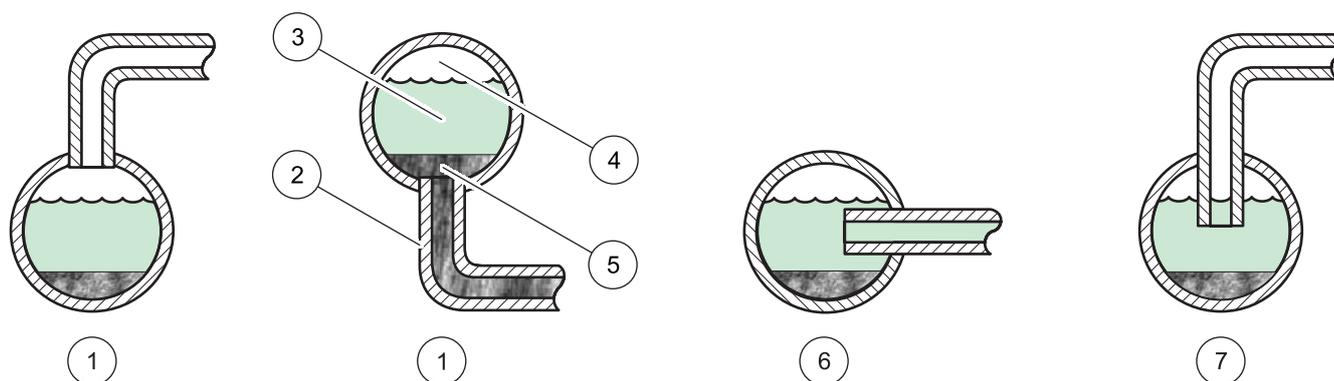

Figura 11 Técnicas de toma de muestra
- Instale cubiertas de línea de muestra en las tuberías de proceso más grandes para reducir la posibilidad de ingestión de sedimentos desde la parte inferior de la tubería o de burbujas de aire desde arriba. Resulta ideal una llave que se integra en la parte central de la tubería. Figura 11 muestra buenos y malos métodos para la instalación de una llave de muestra.